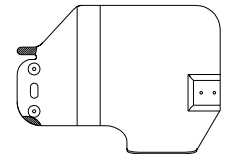

Figura 2
①	Cant. (4)	Pernos de carruaje 1/2-13 x 1,500 GR5	③	Cant. (4)	Tuerca hexagonal 1/2-13
②	Cant. (4)	Arandela cónica	④	Cant. (4)	Espaciador 1/4 X 1 X 3
- Baje el sistema de escape en los (3) aisladores de goma posteriores.
- Recorte ambos protectores de calor como se muestra. Figura 2.